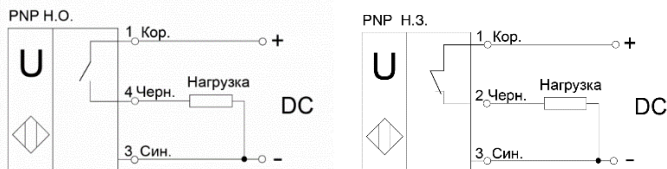

Рисунок 3 - Варианты схем подключения выключателей
3.6 ВБУ включаются в электрическую цепь по 3-х проводной схеме (Рисунок 3). Соответствие выводов и схема подключения указаны в маркировке выключателя.